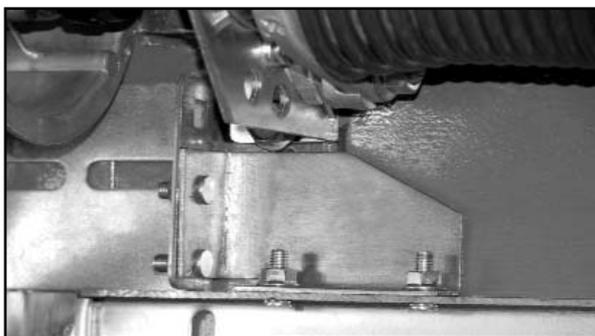

Рис. 30. Расположение кронштейна предохранительного устройства
- 1) Монтировать вал, устанавливаемый с левой стороны ворот, закрепив кронштейн предохранительного устройства, установленного на валу, к стене проема в двух точках. Расположение кронштейна в соответствии с рис. 30.